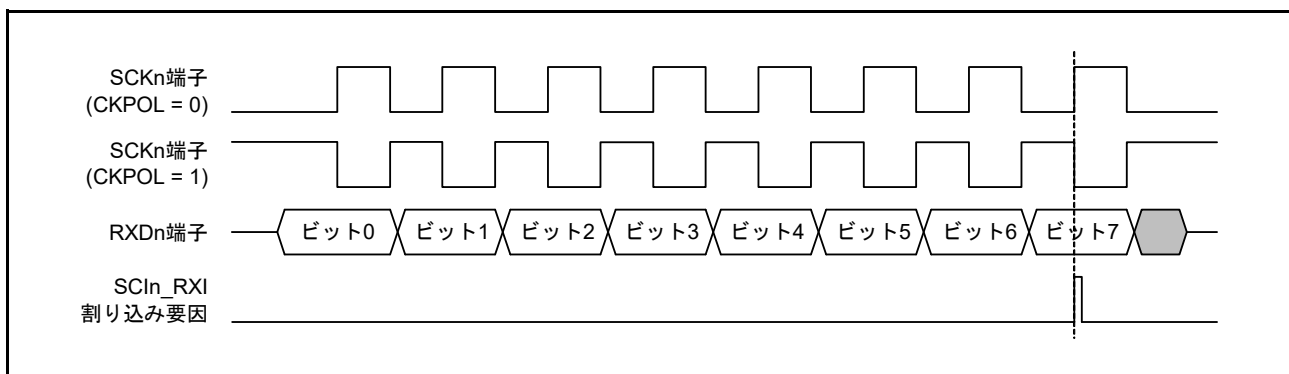

図 29.79 簡易 SPI モードにおける SCIn\_RXI 割り込みの発生タイミング (クロック遅れあり)
- クロック遅れあり (SPMR.CKPH ビット = 1) では、図 29.79 に示すように、SCKn 端子の最終クロックエッジ手前のクロックエッジで受信データフル割り込み (SCIn\_RXI) が発生します。SCR.TE ビットと SCR.RE ビットを SCKn 端子の最終クロックエッジより前に 0 にすると、SCKn 端子出力がハイインピーダンスとなり、送受信クロックの最後のクロックパルス幅が短くなります。また、SCIn\_RXI 割り込みの発生によって、SCKn 端子の最終クロックエッジより前に接続先スレーブの SSn 端子入力信号が High になった場合、スレーブが誤動作する可能性があります